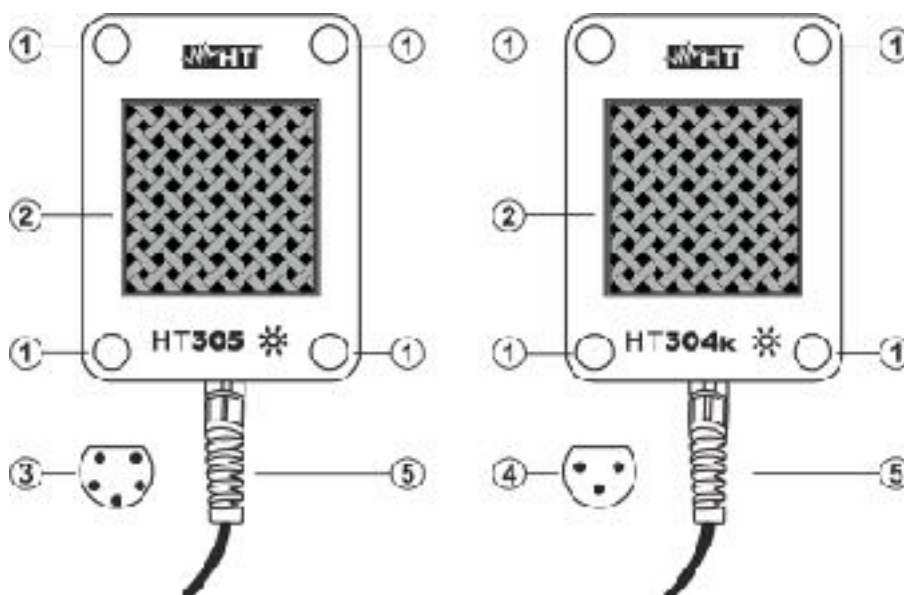

Fig. 1 Description de l'accessoire
4. Brancher le connecteur du câble de branchement (**5 pôles** pour **HT305** ou **3 pôles** pour **HT304k** – voir Fig.1– parties 3 et 4) à l'unité à distance SOLAR03 (HT305), à l'unité à distance SOLAR-02 ou à des instruments Master avec connecteur HT 3 pôles (HT304k)